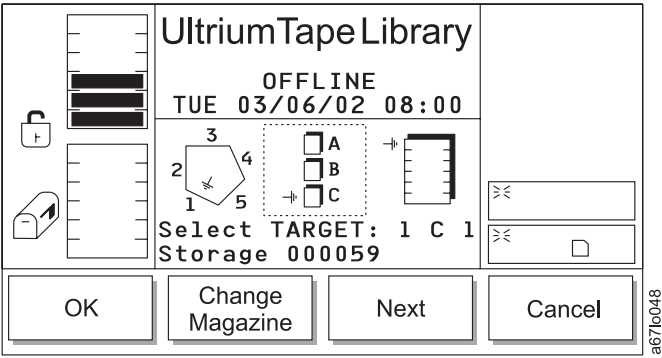

Abbildung 87. Dialog für Magazinwechsel
- Wird **Next** ausgewählt, ändert sich der aktuelle Quellenparameter von einer Säule in ein Magazin, und der Dialog für Magazinwechsel erscheint (siehe Abb. 87 auf Seite 110).
Tabelle 36. Übersetzung von Abb. 87, Dialog für Magazinwechsel